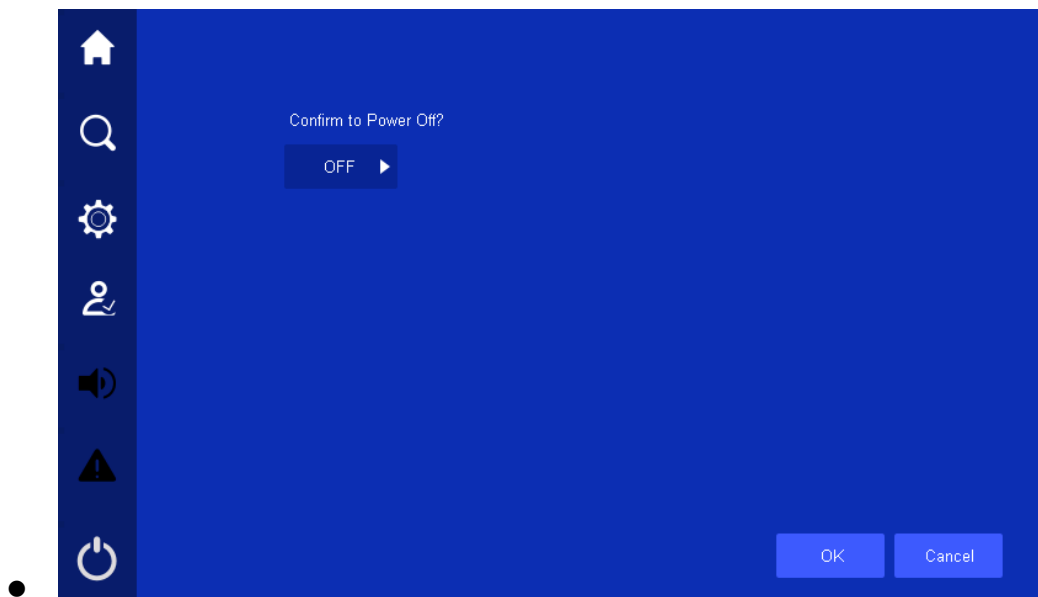

Рис. 5.2 Подтверждение выключения
- На главной станции сенсорного экрана нажмите на иконку , произойдет переход на страницу включения/выключения ИБП, нажмите кнопку ОК чтобы подтвердить включение инвертора, см. Рис. 5.2.